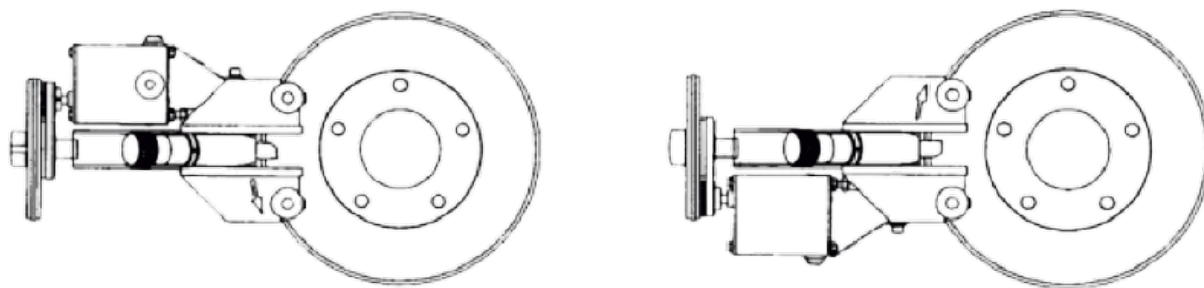

Рисунок 22
7.5.2 При необходимости переверните блок проточки на 180° в вертикальной плоскости (рис. 22).